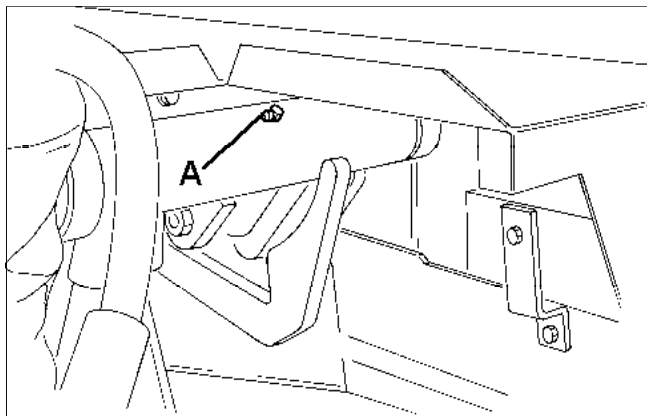

Fig.28
- (a) Forreste løftearmsspindler (A Fig. 28).
- a) Lyftarmens axeltappar, främre (A fig. 28)